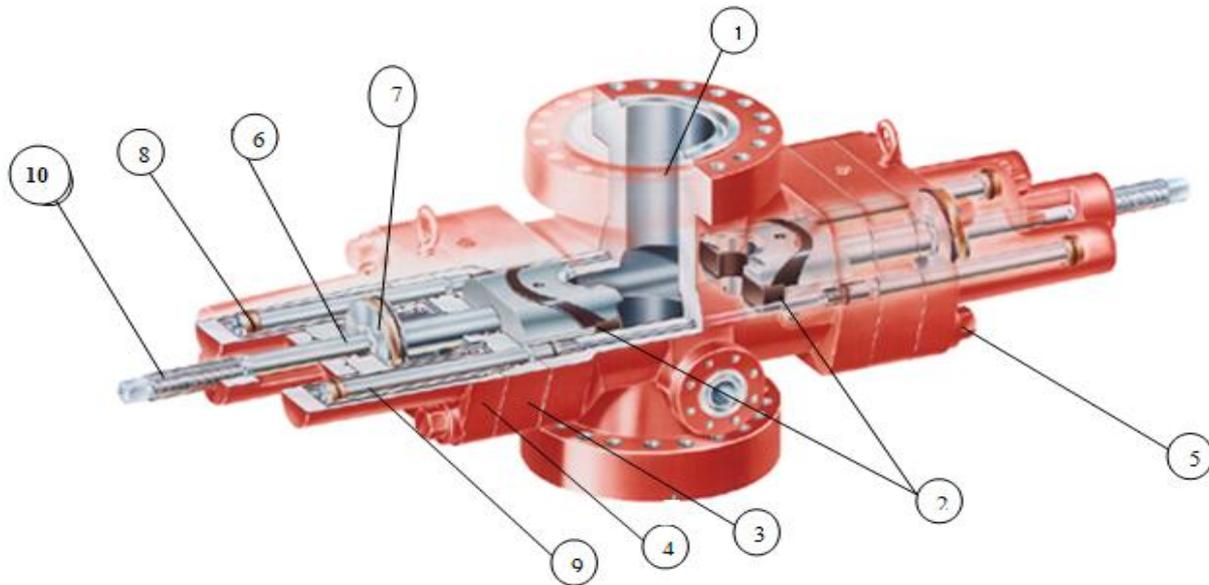

Fig. II.3. Obturateur Cameron type U équipé de pipes rams
A. L'obturateur Cameron type U : (fig.II.3) :